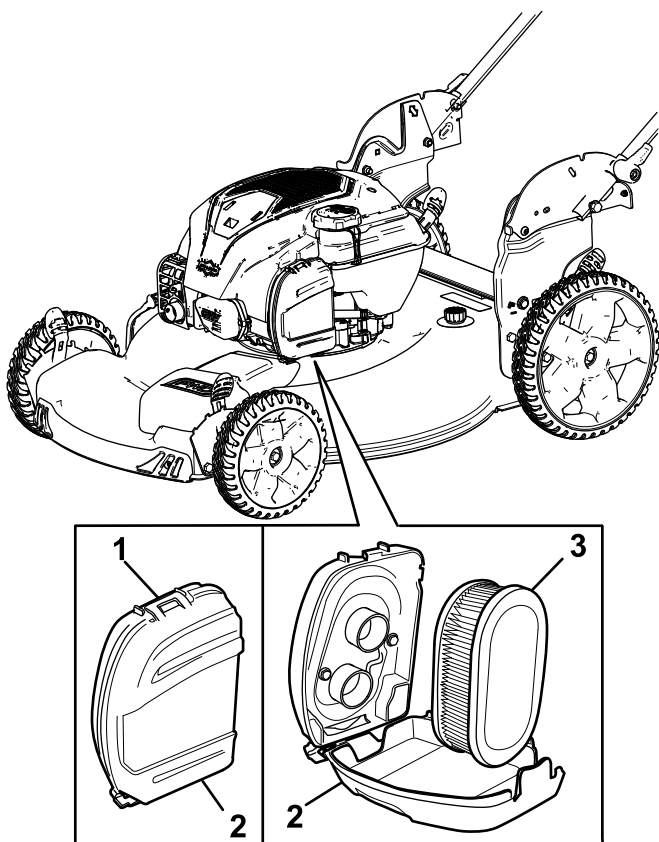

Figure 25
1. Déclipez le haut du couvercle du filtre à air (Figure 25).
2. Retirez le filtre à air (Figure 25).